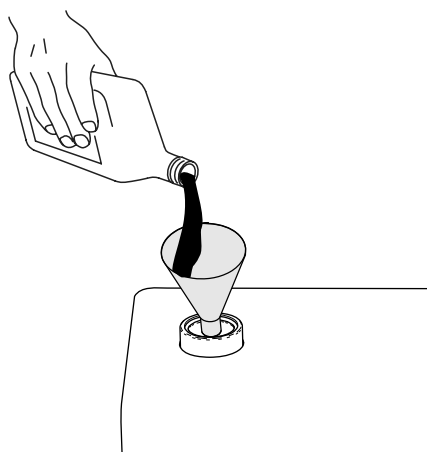

Figura 113
7. Se o nível se encontra abaixo da marca inferior da vareta, adicione o fluido hidráulico especificado no depósito (Figura 113). Repita os passos 4 a 6 até que o nível de fluido surja entre as duas marcas na vareta.